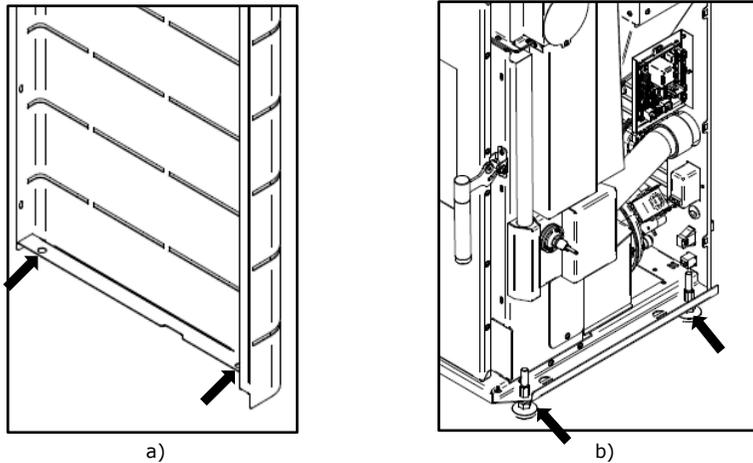

Figura 60 - Encaixe lateral inferior das envoltentes
b) Encaixar os furos inferiores das capas laterais, Figura 60-a, nos guias que se encontram no fundo da máquina, Figura 60-b.